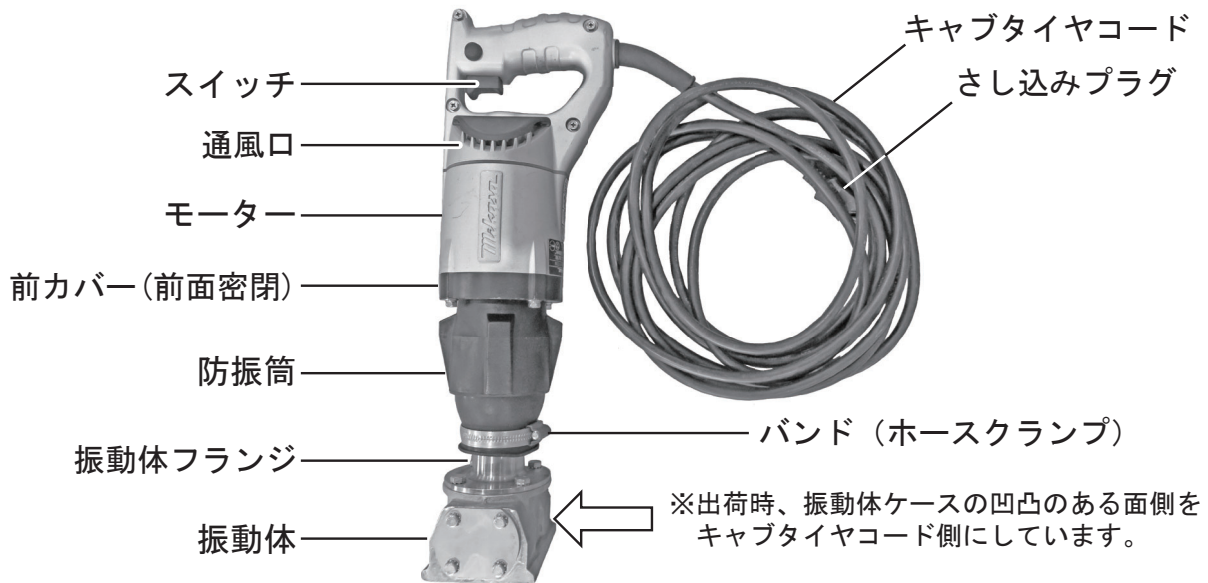

図1：各部の名称
- スイッチが入っているのを知らずにさし込みプラグを電源に接続すると不意に起動し思わぬ事故のもとになります。スイッチ引金(P6 図1参照)を引くと入り、離すと切れます。
- 通風口が塞がれると、加熱し焼損する恐れがあります。(P6 図1参照)